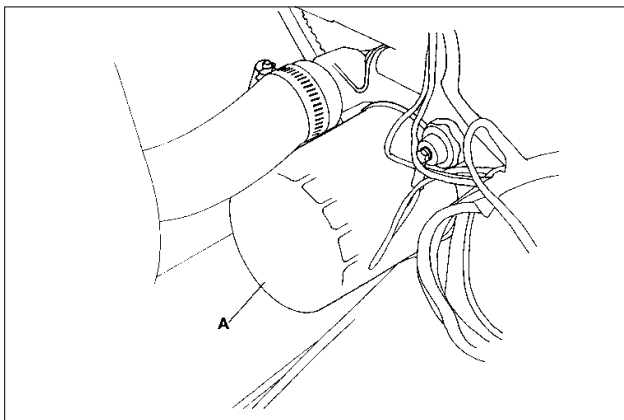

Fig.25
- Remove cartridge (A Fig.25) from engine by unscrewing and discard.
- Schroef het patroon (A afb. 25) los en gooi dit weg.
- Enlever la cartouche (A fig. 25) du moteur en la dévissant et la jeter.